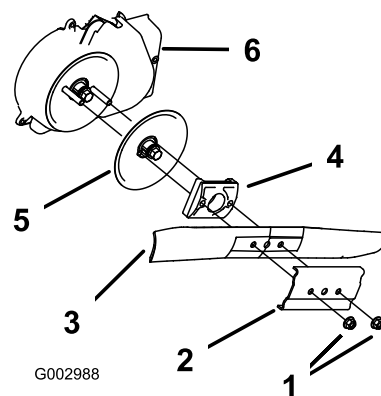

Рисунок 50
3. Отверните 2 гайки крепления ножа и прижим (Рисунок 50).
4. Извлеките нож (Рисунок 50).
5. Снимите привод ножа и диск (Рисунок 50).
6. Снимите кожух тормозной муфты ножа (Рисунок 50).
8. Установите кожух тормозной муфты ножа (Рисунок 50).
9. Установите привод ножа (Рисунок 50).
10. Установите нож (Рисунок 50).
11. Установите прижим (Рисунок 50).